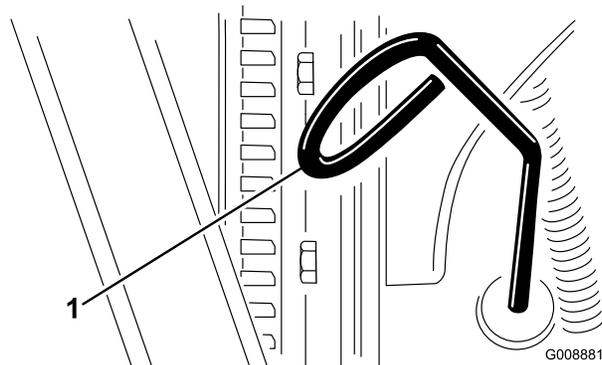

Figura 72
3. Retire a vareta (Figura 72) e limpe-a com um pano limpo.